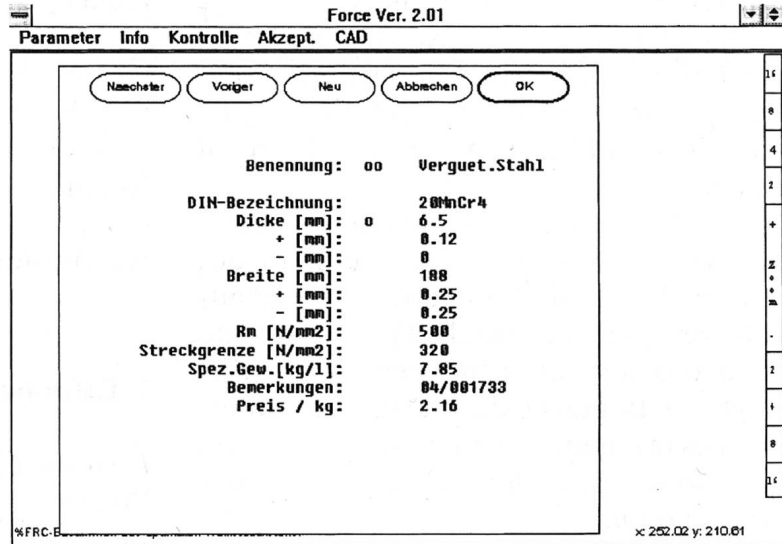

Abb. 3
- Dicke, Streckgrenze und max. Zugfestigkeit des Werkstückstoffes (Abb. 3).